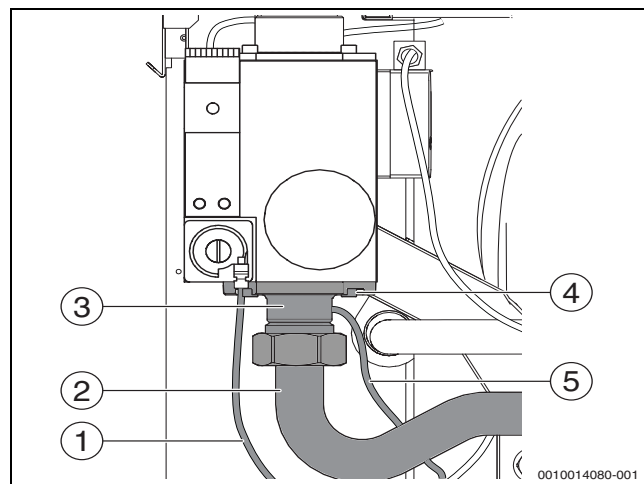

Bild 23 Gasblende ausbauen
- ▶ Messleitungen für Kompensation [1] und Gas-Ausgangsdruck [5] auf korrekten Sitz prüfen (→ Bild 23 und 17.4.3, Seite 61).